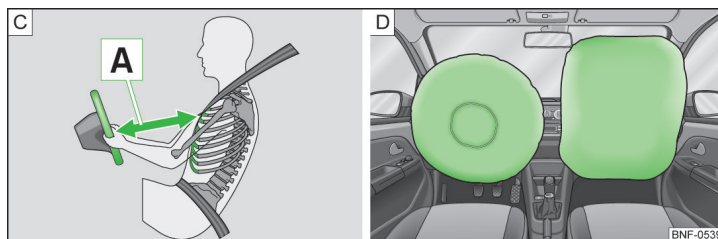

Fig. 8 Sikker afstand til rattet / Airbags fyldt med gas
Når airbaggene udløses, folder de sig ud foran føreren og forsædepassageren » Fig. 8 - [D]. Når føreren og forsædepassageren rammer de helt oppustede airbags, dæmpes deres bevægelse fremad, og risikoen for kvæstelse af hoved og overkrop reduceres.
- Det er vigtigt, at føreren og forsædepassageren holder en afstand på mindst 25 cm til henholdsvis rattet og instrumentpanelet **A** » Fig. 8. Hvis du ikke overholder minimumsafstanden, kan airbagsystemet ikke beskytte, som det skal – livsfare! Desuden skal forsæderne altid være indstillet korrekt, så de passer til kroppens størrelse.